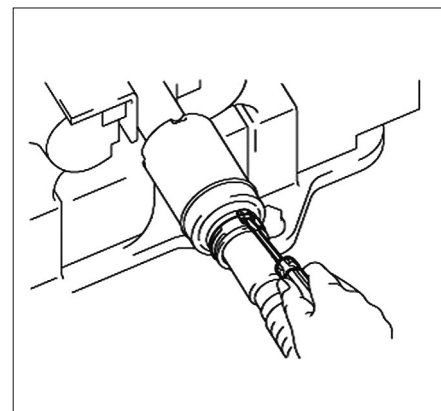

FIG. 12
- À l'aide d'un tournevis, défreiner et déposer la masse d'équilibrage d'arbre de roue (Fig.12) (uniquement pour moteur diesel côté droit).